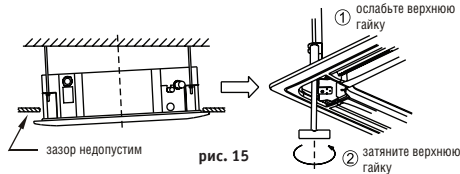

рис. 15
- Если после крепления панели винтами сохраняется зазор между панелью и потолком, то необходимо изменить высоту подвеса кондиционера (рис. 15 – слева).